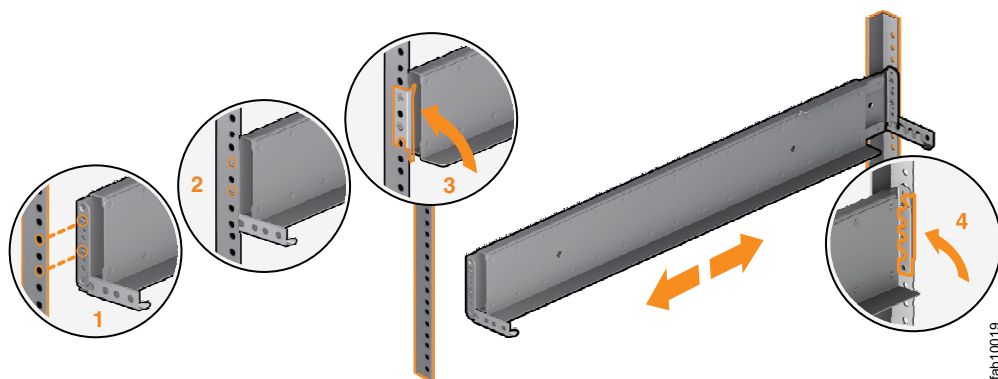

図 11. ヒンジ・ブラケットを閉じる
7. 後部のヒンジ・ブラケットを閉めてレールをラック・キャビネット・フランジに固定します。(図 11 を参照)。
9. 前部のヒンジ・ブラケットを閉めてレールをラック・キャビネット・フランジに固定します。(図 11 を参照)。